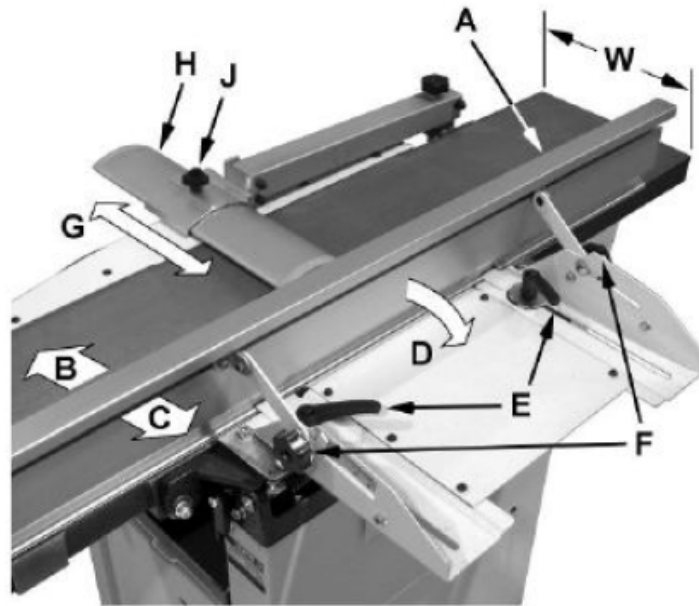

Figure 7
En référence à la figure 7 :
6. Soulevez la table d'alimentation (G) jusqu'à ce qu'elle entre en contact avec le bord droit (D). La règle doit être de niveau sur les deux tables. Déplacez la règle vers l'arrière de la table de sortie comme indiqué sur la Figure 7 et effectuez le même test. Si la règle n'est pas de niveau, l'avant ou l'arrière de l'une des tables doit être ajusté pour rendre les tables coplanaires.